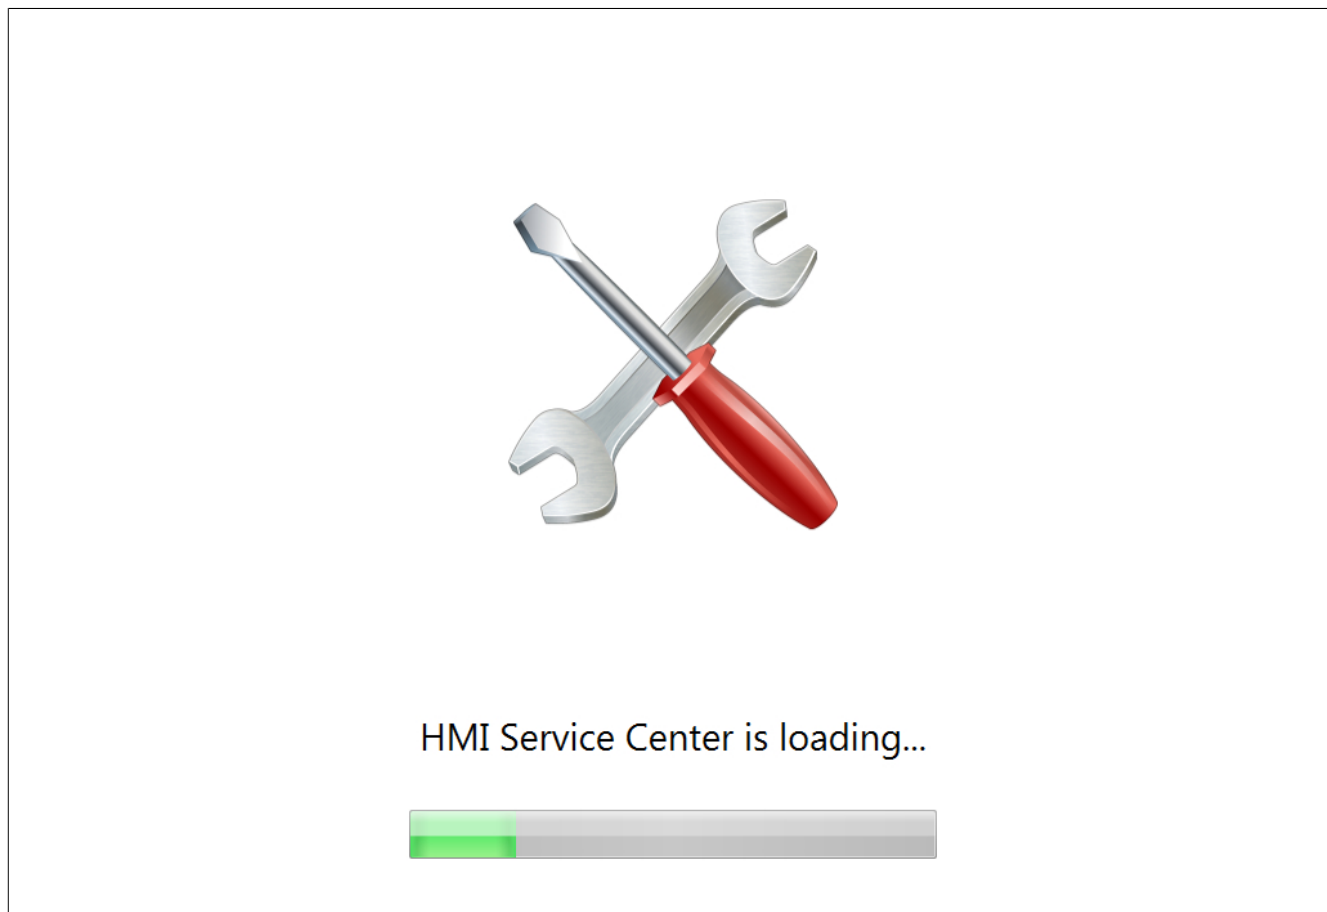

Abbildung 1: Bootscreen
5. Windows PE wird gestartet und der HMI Service Center Bootscreen erscheint (siehe Abb. 1 "Bootscreen").